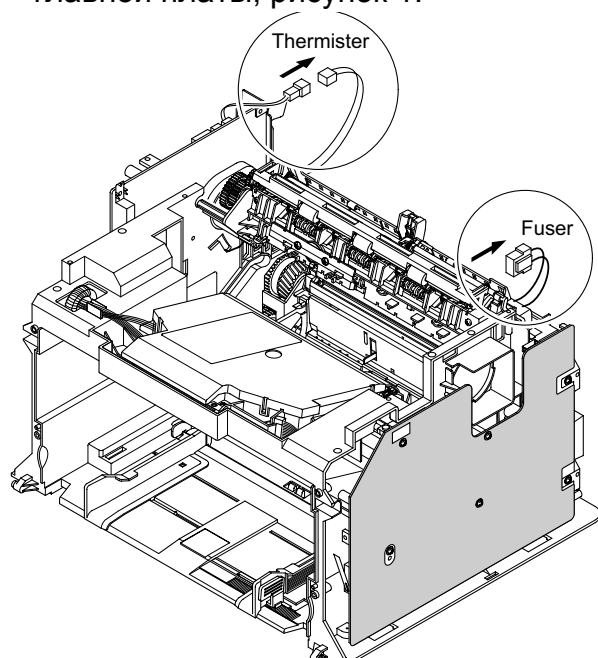

Рисунок 1
3. Отсоедините 2 разъема от SMPS и главной платы, рисунок 1.